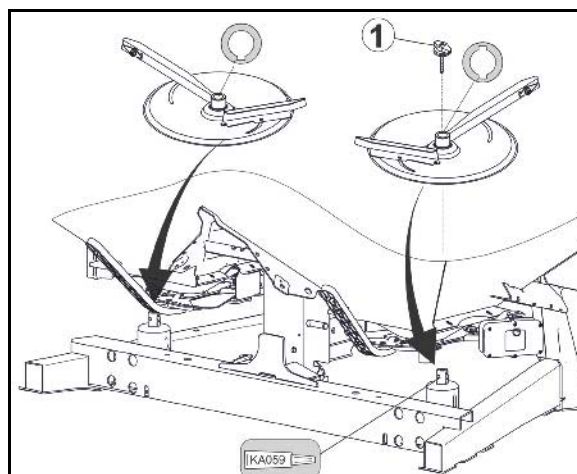

Fig. 68
1. Grensespredning ifølge gjødslingsforskriftene (Fig. 68):